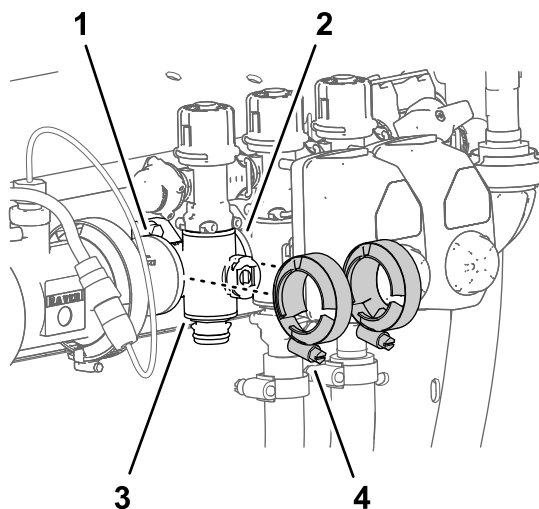

图 134
4. 将在 拆下喷洒臂段歧管阀 \(页码 73\) 中卸下的法兰夹具松松安装到喷洒臂段阀歧管的法兰上以及其他喷洒臂段阀和/或耦合适配器的法兰上 图 134。
7. 用手拧紧 2 个法兰夹具 图 134。